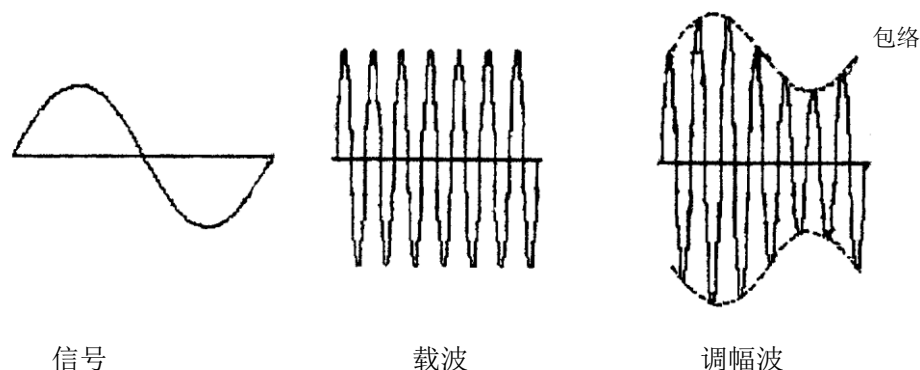

图 3-1 调幅
根据①式可画出单音调制时调幅波的波形图，如图 3-1 所示。